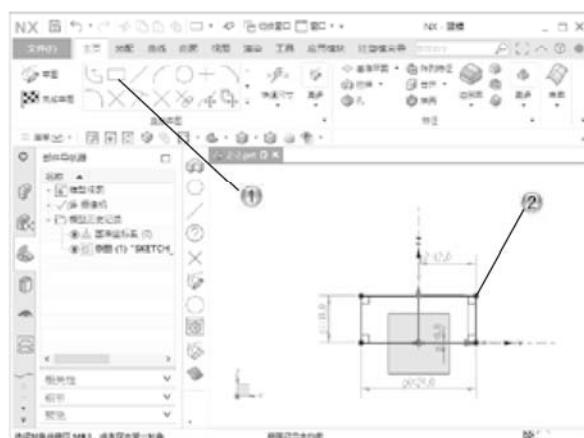

图 2-54
- ① 单击【主页】选项卡中的【矩形】按钮，如图 2-54 所示。
② 在绘图区中，绘制矩形。